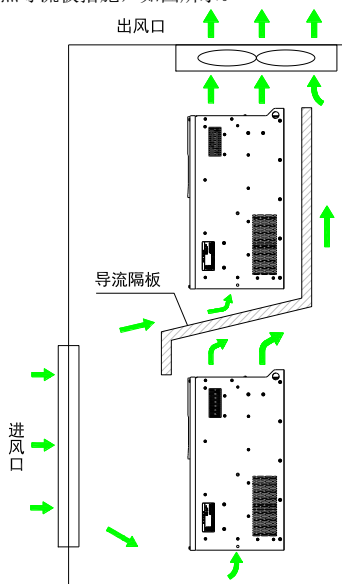

图 3-4 上下排安装要求
- 垂直向上安装变频器，便于热量向上散发。若柜内有多台变频器时，请并排安装。在需上下安装场合，请参考图 3-4，安装隔热导流板；